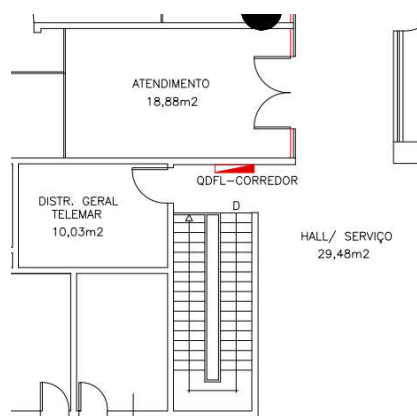

Figura 2 – Layout do QDFL do corredor
4.6 Serão removidos todos os cabeamentos elétricos antigos, disjuntores e barramentos do quadro QDFL do corredor (vide Figura 2) de maneira a possibilitar a instalação de novos disjuntores gerais e cabeamento para alimentação dos novos quadros de distribuição do SIARQ.
4.8 A CONTRATADA deverá prever no projeto a instalação de infraestrutura embutida via eletroduto para interligação do quadro de distribuição QDFL já existente na face externa a parede do SIARQ (corredor que dá acesso ao TCA e ao subsolo – vide Figura 2) e a caixa de passagem